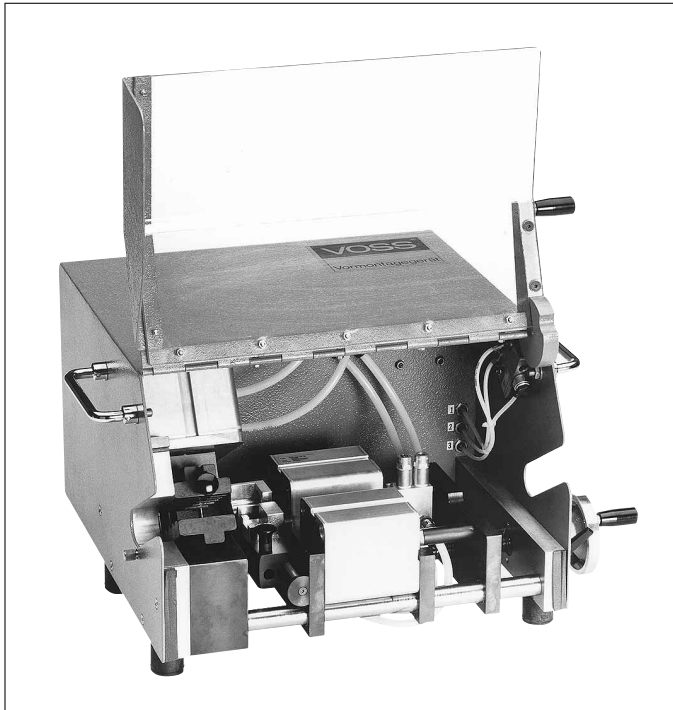

Abb. 7: VOSS Montagegerät Typ 56
- VOSS Montagegerät Typ 56 (Abb.7) zum Einpressen von Dornprofilen in Kunststoffrohr